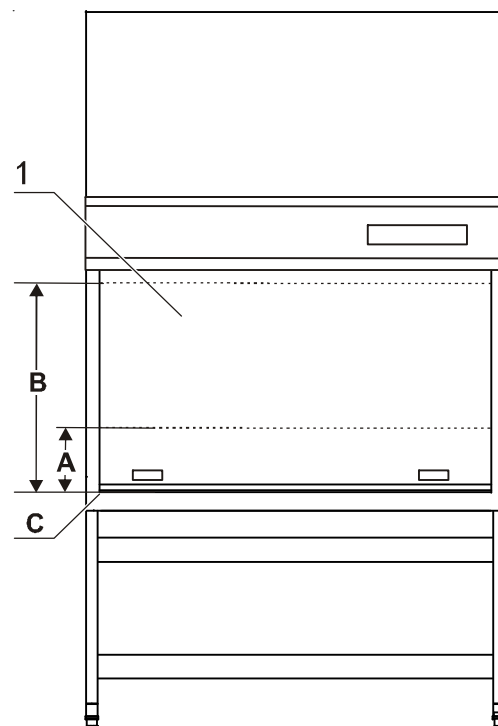

Fig. 6
**Fig. 6 :** Le panneau frontal du compartiment échantillon de l'appareil est fermé par la vitre frontale à déplacement manuel [1] faite de verre de sécurité feuilletée.